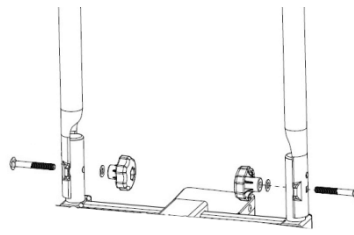

Figure 2 : Montage de l'étrier en U
Placez l'étrier en U (4) sur les douilles de fixation du porte-vélos et serrez-le à l'aide des vis de blocage (3), les rondelles (2) et les poignées écrous (1) tel qu'indiqué sur les Figures 2 et 3.